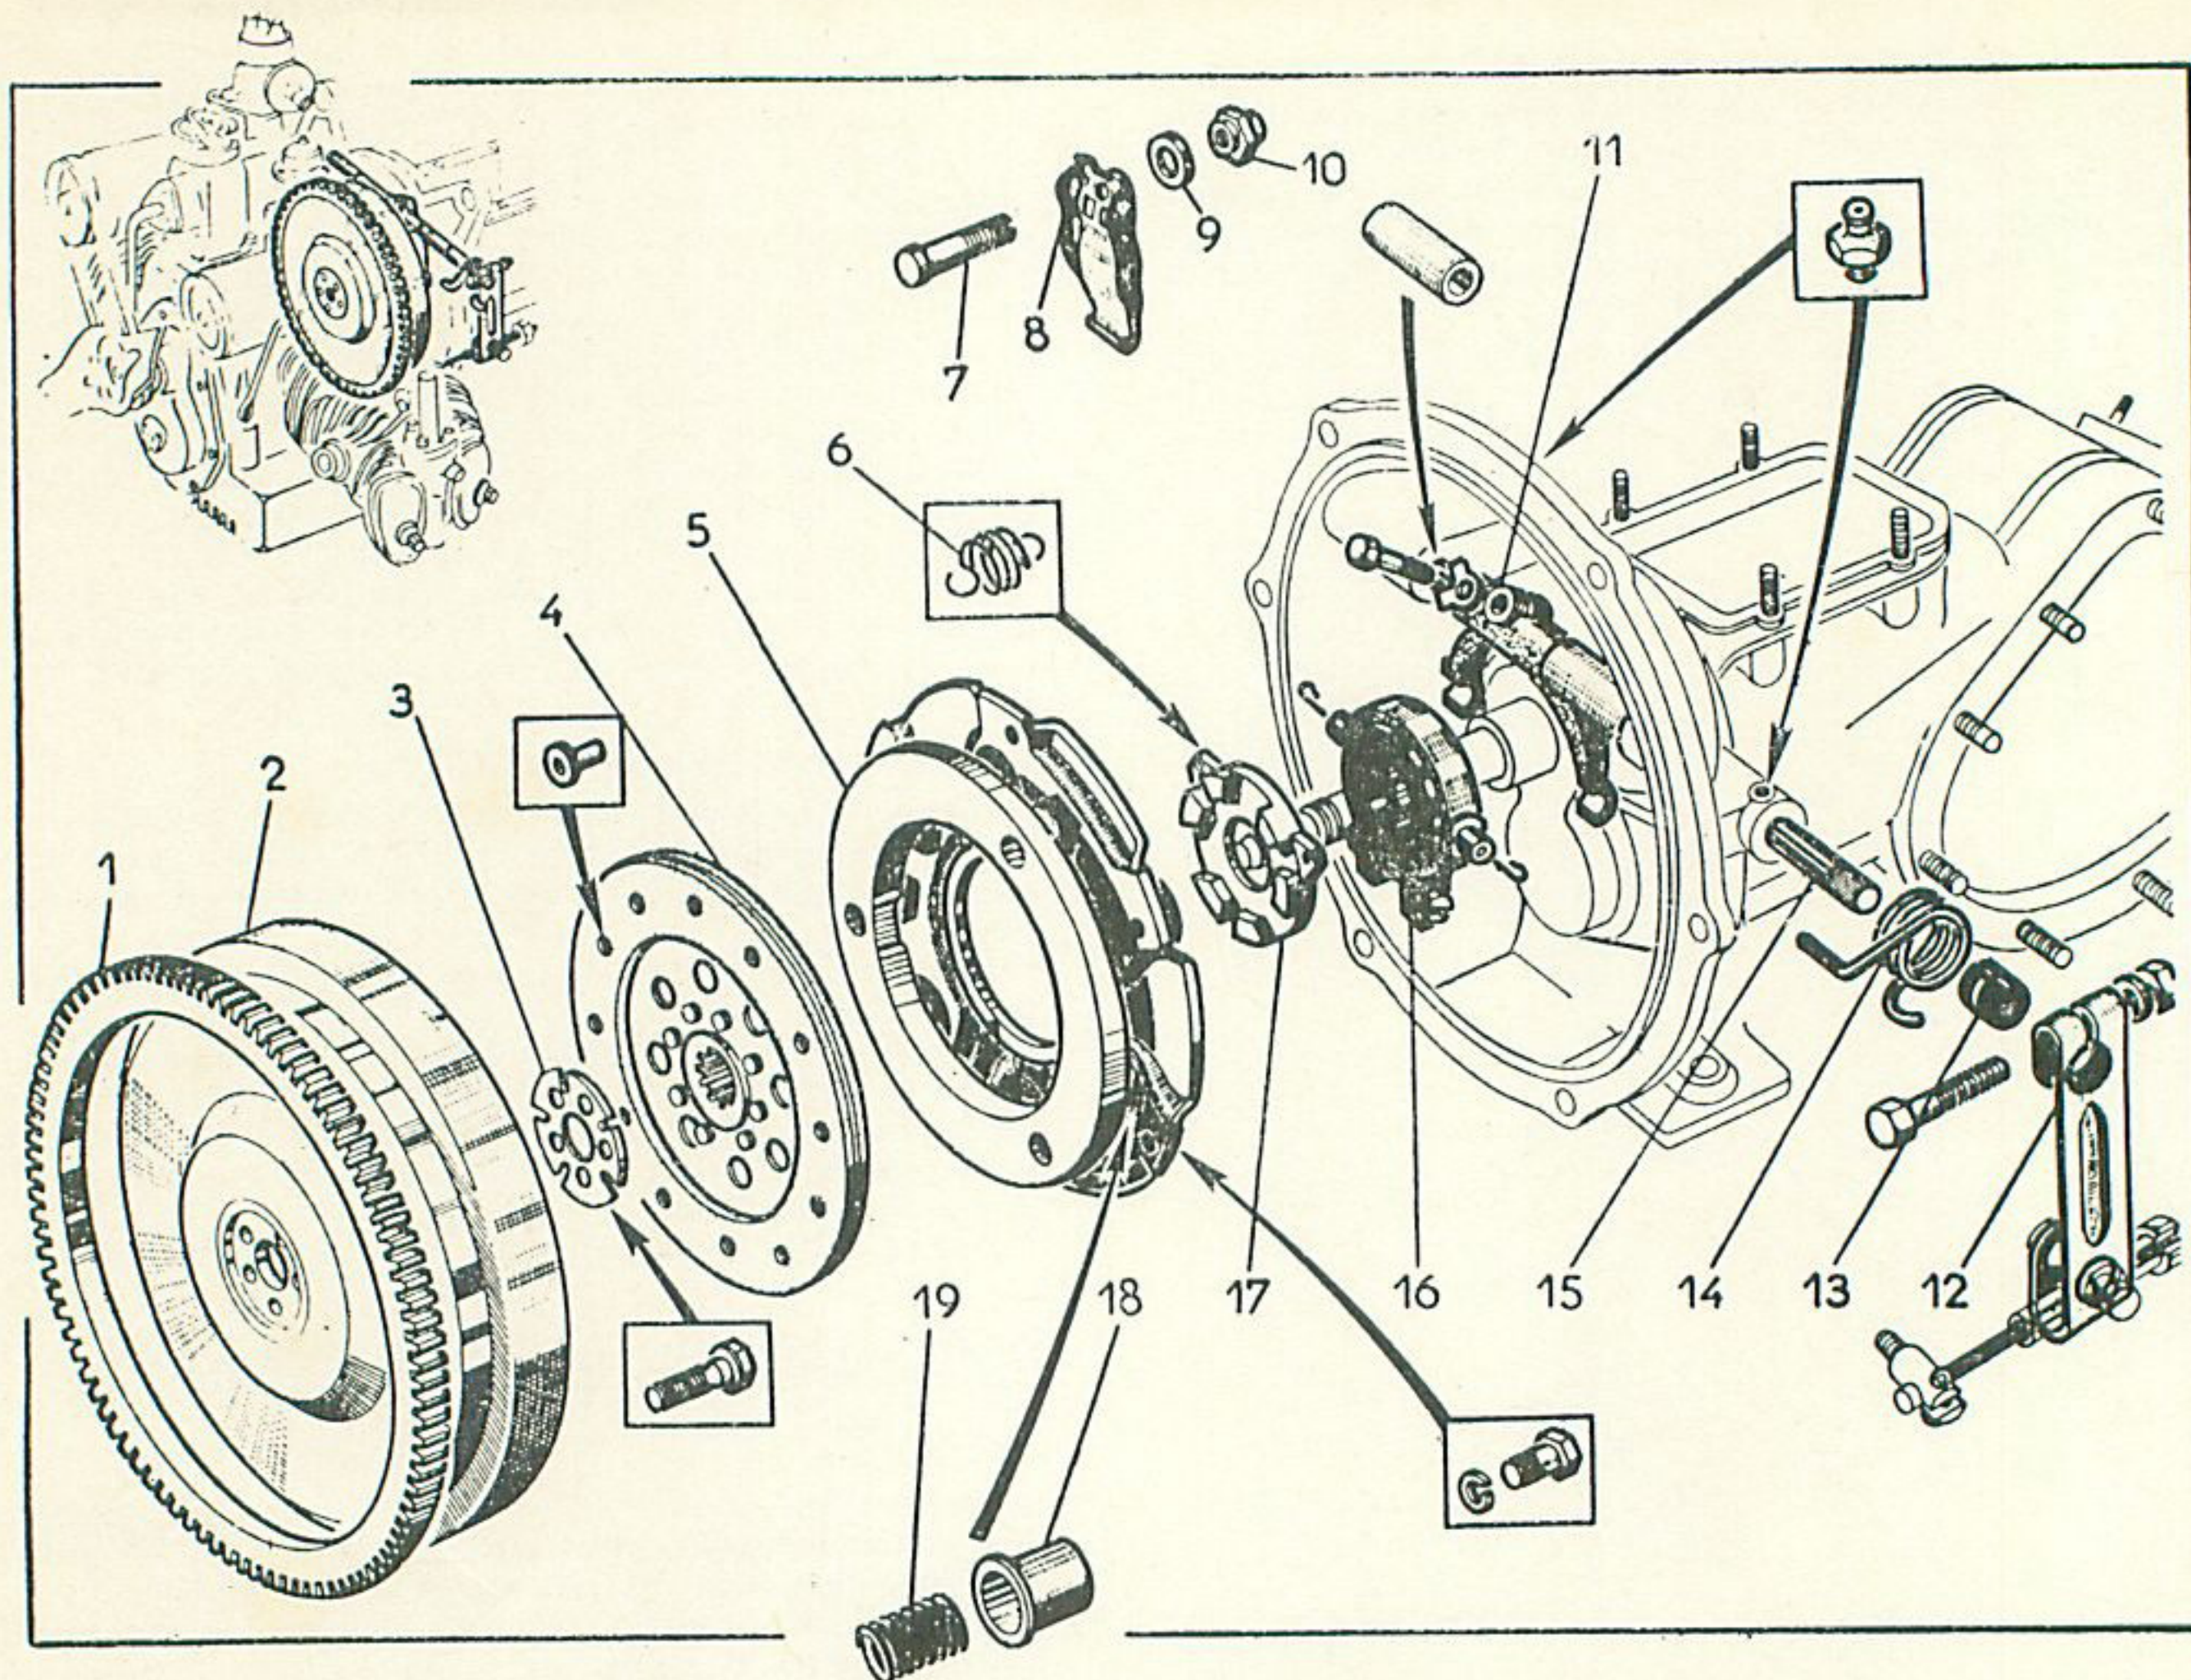

Fig. 30. — Embrayage.
- Déposer l'arbre de commande de débrayage (15) (fig. 30) avec son levier et la fourchette portant la butée.